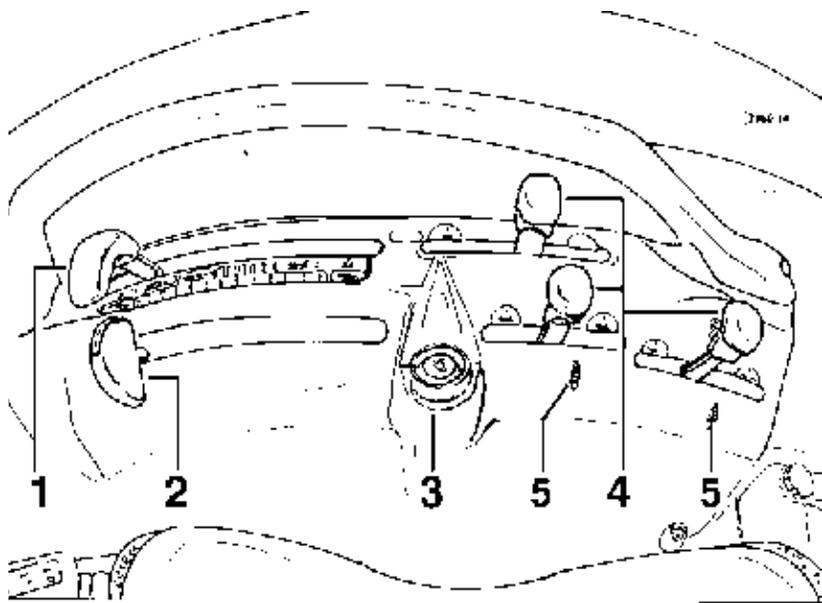

Fig. 11 - **Commandes situés droite du conducteur - dans les versions équipées de relevage : mécanique**
**Commande de crabotage P.D.F. arrière (3 Fig.11)